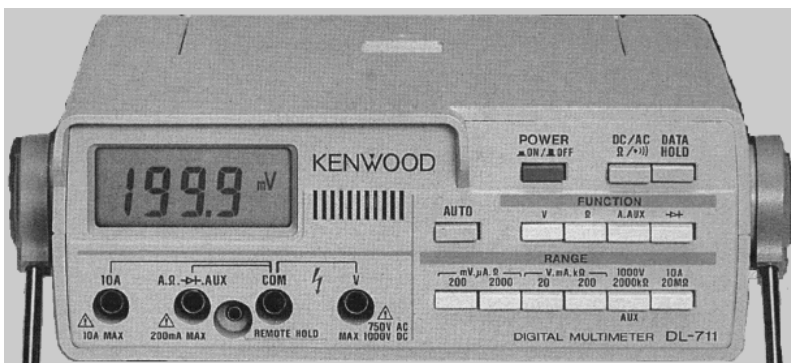

Fig. S3 Pannello frontale di un multimetro digitale.
In fig. S3 è illustrato il pannello frontale di un MMD da banco. Si nota una serie di tasti che consentono di selezionare il funzionamento come V-metro, mA-metro, e L-metro e di predisporre il MMD per lavorare con segnali continui (DC) e alternati (AC). Una seconda serie di tasti consente di scegliere la portata (range). Anche i multimetri portatili presentano selettori, a tasti o rotativi, per la scelta della funzione e della portata. I terminali di ingresso sono costituiti da bocche previste per alloggiare le due sonde (una rossa e una nera, di solito in dotazione) necessarie per le misure.